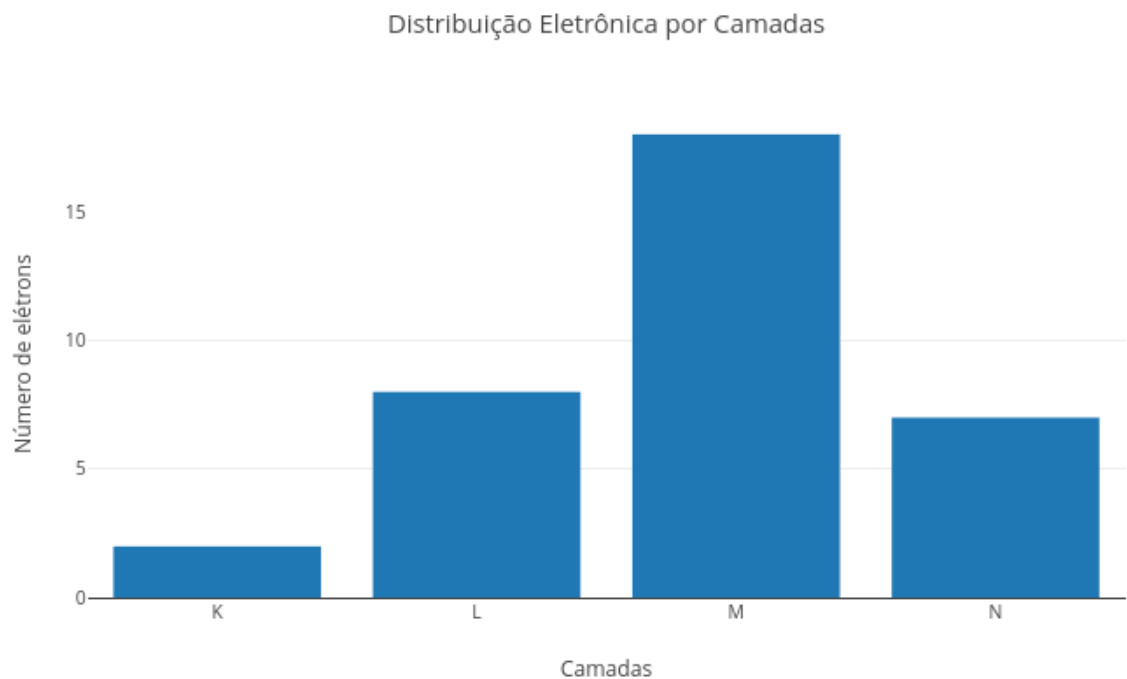
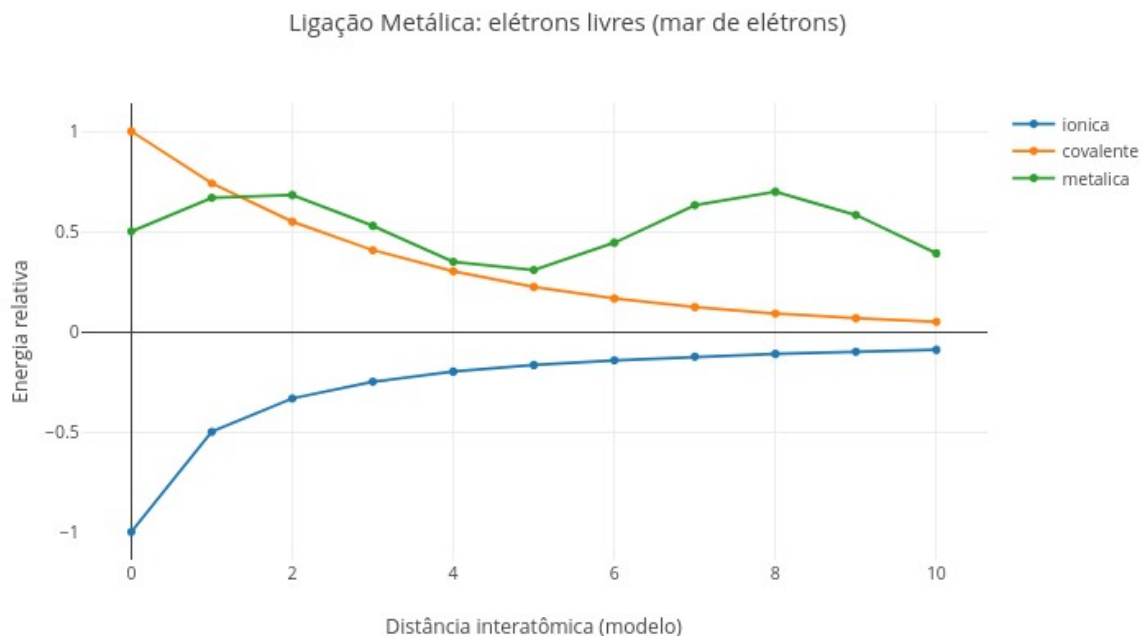

Figura 4.2: A matéria começa com a distribuição dos elétrons ao redor do núcleo. Clique com o botão direito neste LINK e abra em nova aba.
Figura 4.3: Toda ligação química é uma busca por estabilidade energética. Clique neste LINK para abrir o app em uma nova aba.
Agora o mais legal. Como você já percebeu que as ligações químicas são apenas modos diferentes nos quais a matéria organiza elétrons entre átomos, use o *app* da Figura 4.2 para compreender um pouco mais o que o *app* da Figura 4.3 quis dizer. Você pode trabalhar com os cenários abaixo:
1. *Quem quer elétrons ?*. Teste o script da Figura 4.2 com $Z = 11$ (Na) e $Z = 17$ (Cl), e visualize o potencial para a formação de uma ligação iônica entre esses átomos.
3. *Por que metais conduzem ?*. Selecione uma ligação metálica no script da Figura 4.3, e tente relacioná-lo com o potencial de mobilidade eletrônica de seus átomos.